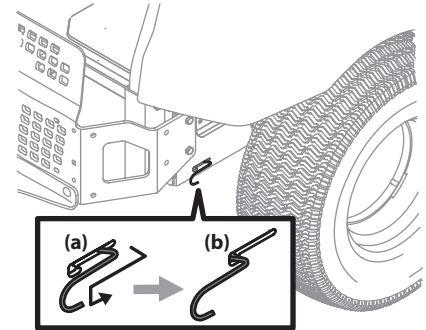

Figure 4-8
1. Repérez les tiges de dérivation des transmissions qui se trouvent à l'arrière de la tondeuse, près du côté intérieur de chaque pneu arrière. Voir Figure 4-8.
2. Pour déplacer l'appareil manuellement sans le démarrer, engagez les tiges de dérivation des transmissions qui se trouvent à l'arrière, de chaque côté de l'appareil. Pour les engager, tirez sur chaque tige (a) et accrochez la tige dans le trou (b) pour la fixer. Voir Figure 4-8.
3. Après avoir déplacé l'appareil, effectuez les étapes (a) et (b) dans l'ordre inverse pour désengager les deux tiges de dérivation. Voir Figure 4-8.